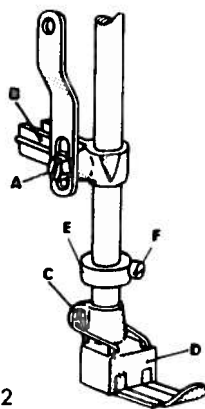

Fig. 12
6. Montaggio e regolazione del piedino (fig.12)